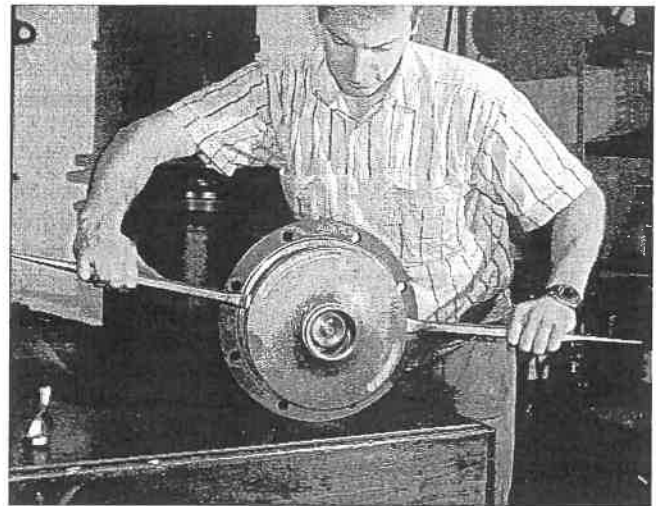

Figura 10
- Se la girante è provvista di alette posteriori, prima di procedere con lo smontaggio, controllare il gioco assiale "a" tra girante (230) e coperchio del corpo (161). Per la valutazione del gioco misurato si rimanda al Capitolo 8.7.1.
- Allentare il dado della girante (922) (filettatura destrorsa). Durante questa operazione tenere fermo l'albero sull'estremità lato giunto.
- Servendosi di un cacciavite o di ferri da montaggio, sfilare la girante (230) (Figura 10). Estrarre la chiavetta (940.31).